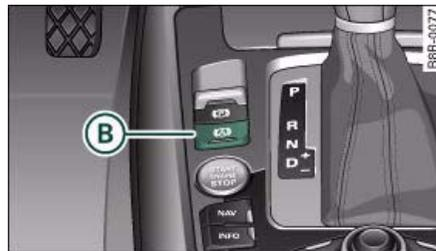

Fig. 104 Detalle de la consola central: Tecla para el sistema de asistencia en arrancada
- Para activar el sistema de asistencia en arrancada, pulse la tecla **(B)** ⇒ fig. 104 en la consola central. El diodo de la tecla se enciende.
- Para desactivar el sistema de asistencia en arrancada, pulse la tecla **(B)** ⇒ fig. 104. El diodo de la tecla se apaga.